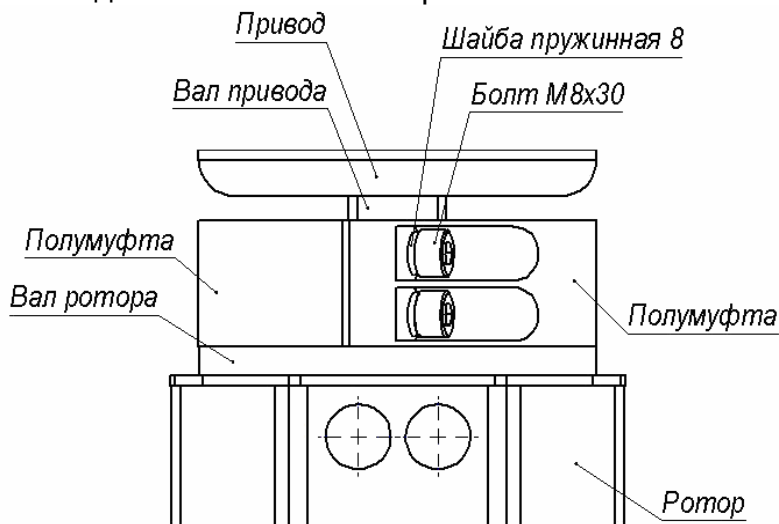

Рисунок 16. Муфтовое соединение вала привода с валом ротора
- Соедините верхний вал ротора с валом привода исполнительного механизма двумя полумуфтами (4) и четырьмя болтами M8×30 с пружинными шайбами 8 (ключ SW6) (см. рис. 16). Будьте осторожны, полумуфты имеют большой вес, не допускайте их падения во избежание травм!
2. Снимите полумуфты (см. рис. 16), отвернув 4 болта М8 муфтового соединения (4). Будьте осторожны! Удерживайте ротор и полумуфты от падения.